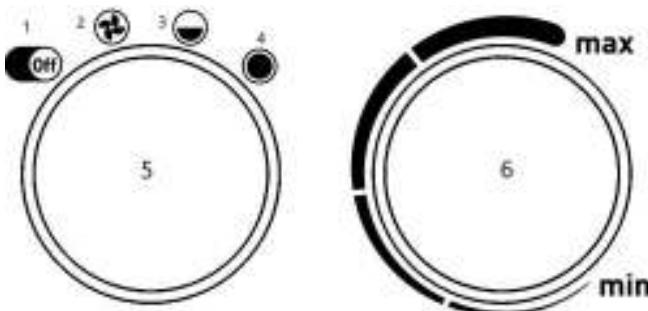

Рис. 2. Панель управления
2. Перед подключением прибора к электросети переведите ручку переключателя «5» в положение «1» (см. рис. 2). Затем подключите тепловую пушку к электросети. Для моделей THERMEX BAZOOKA 2, THERMEX BAZOOKA 3 включите вилку шнура питания в розетку с напряжением 230 В~50 Гц и заземляющим проводом. Для модели THERMEX BAZOOKA 4.5 подключите кабель через клеммный блок или автоматический выключатель. Вставляйте вилку сетевого шнура в электрическую розетку, отвечающую техническим характеристикам прибора.
Для включения прибора в режиме вентиляции (без нагрева) переведите ручку переключателя в положение «2», (см. рис. 2), при этом начинает работать вентилятор. Чтобы отключить режим вентиляции и выключить прибор, переведите ручку регулятора в положение «1».
- Переведите ручку 5 в положение 2 (вентиляция) (рис.2).